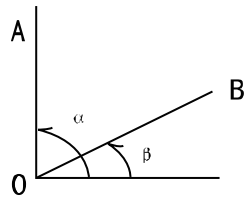

Рис.8
- (1) Поле зрения А с вертикальной нитью, снимите показание круга, получите угол α .
- (2) Поверните инструмент в поле зрения В, получите угол β .
- (3) $\angle AOB = \alpha - \beta$ (Рис.8)